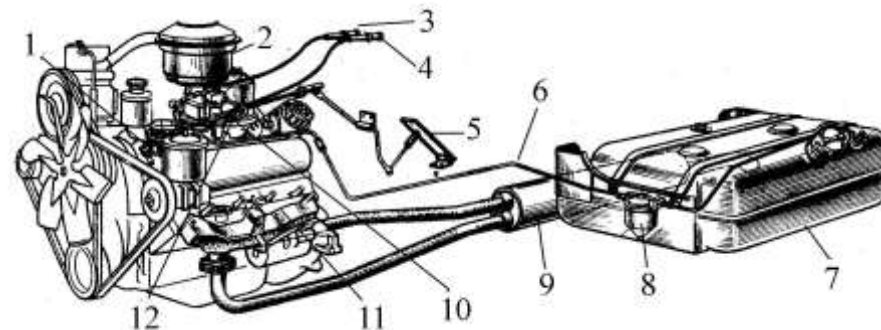

Рис. 1
1. Який агрегат системи живлення карбюраторного двигуна позначений на рис. 1 цифрою 12?
2. Якою цифрою позначений на рис. 1 повітряний фільтр?